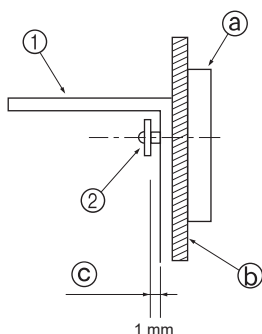

Fig. 3-4
- Najpierw należy przymocować wspornik do ściany, po czym dokręcić wkręt, aby można było przesunąć wspornik w górę i w dół. (Fig. 3-4)
- ① Wspornik zapobiegający przewróceniu
- ② Wkręt samogwintujący
- ③ Wzmocnienie
- ④ Materiał powierzchni ściany
- ⑤ Szczelina około 1 mm